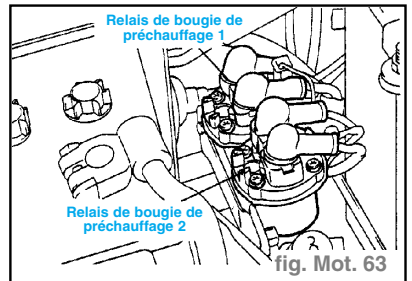

fig. Mot. 63
- Vérifier s'il y a continuité (environ **3 Ω**) entre la borne **C** du relais de bougie de préchauffage et le support (masse). (fig. Mot. 63)